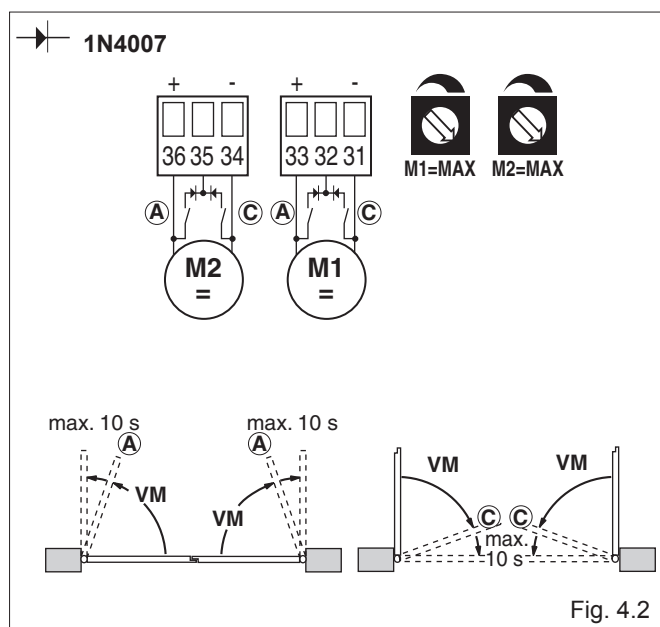

Fig. 4.2
- (Fig. 4.2) **Utilizzo con finecorsa di rallentamento**